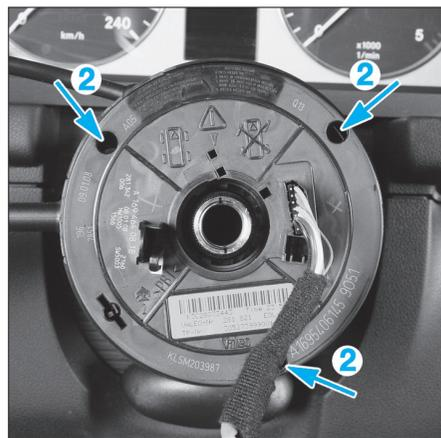

FIG. 4
- Déposer les vis (2) (Fig.4).